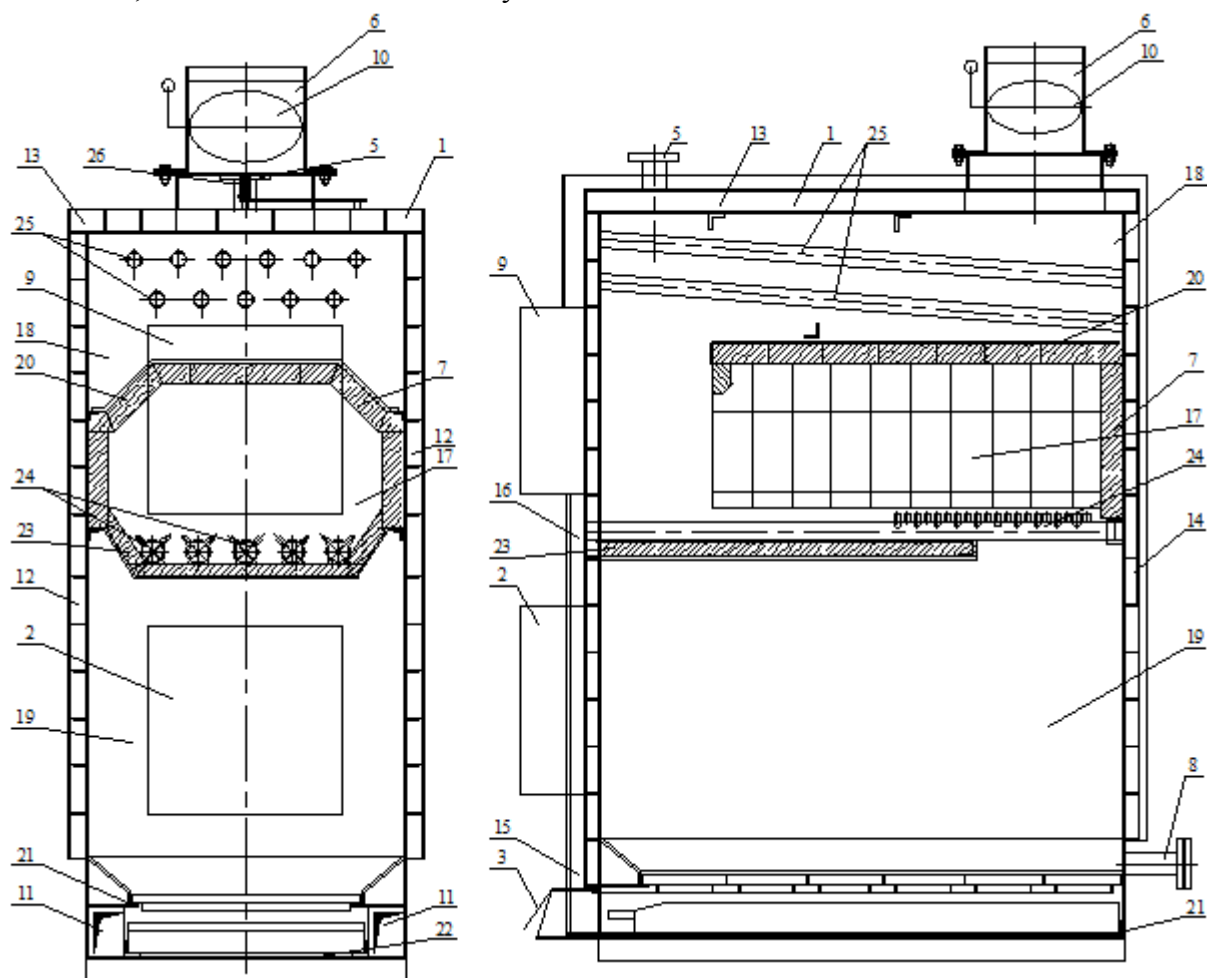

Рис.1
2. - установите дверцу регулировки подачи воздуха под 45° (рис. 1)